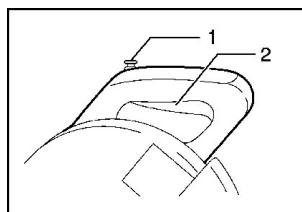

Рисунок 7
- Для безопасности инструмент снабжен блокирующей кнопкой (1), которая обезопасит вас от нежелательного запуска двигателя. Перед каждым включением удостоверьтесь, что кнопка включения двигателя (2) находится в положении «OFF». Для запуска двигателя необходимо нажать блокирующую кнопку и затем перевести выключатель двигателя в положение «ON» (рисунок 7). Не нажимайте на выключатель двигателя до того, как нажали блокирующую кнопку, это может привести к его поломке.